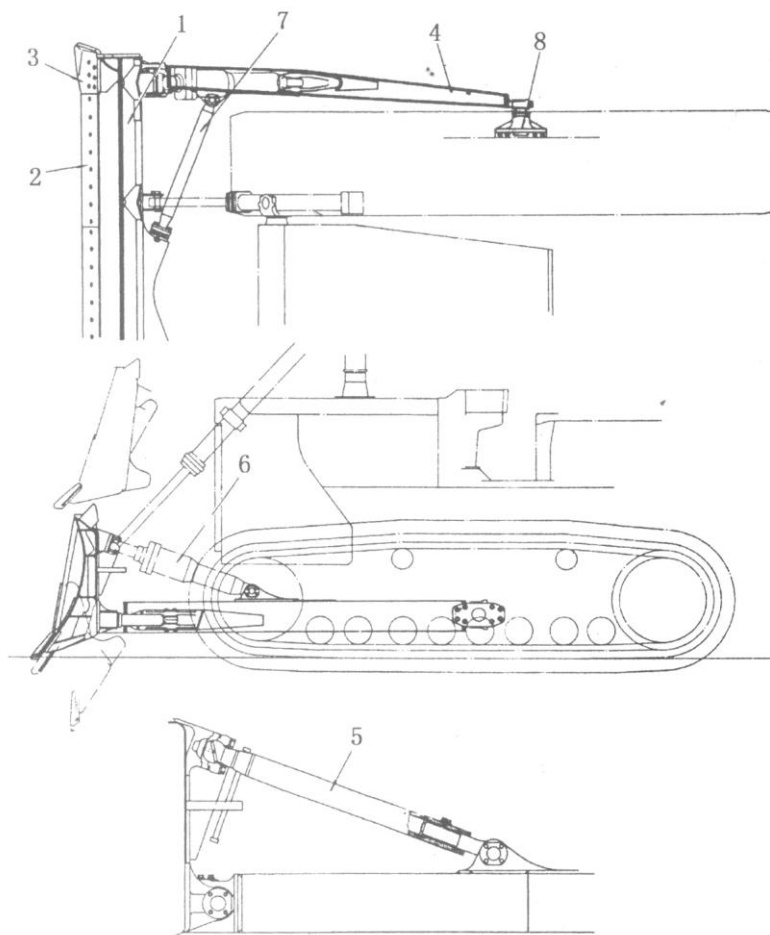

Рис. 5-78.
Отвал - прямой перекашиваемый (рис. 5-78). Прямая рама - коробчатого типа, с повышенными жесткостью и сопротивлением на изгиб и сжатие. Она крепится к отвалу спереди с помощью блока крепления и к гусеничному шасси - сзади, с помощью опорной цапфы (8).